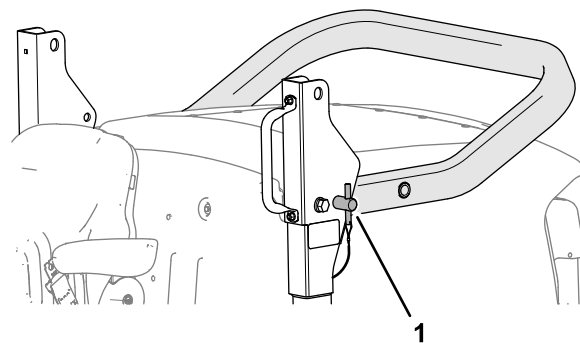

Figura 21
5. Insira os pinos da barra de segurança nos furos inferiores dos suportes da articulação (Figura 21).